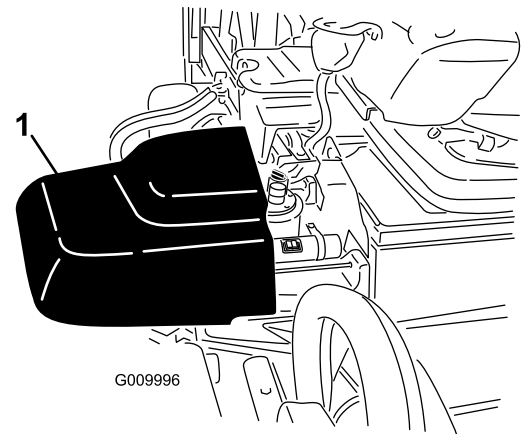

Bild 16
2. Ziehen Sie die äußeren Kanten der Behälterabdeckung vorsichtig hoch und schieben die Hydraulikbehälterhaube heraus, um an den Einfüllstutzen und den Deckel des Hydraulikbehälters zu gelangen (Bild 16).